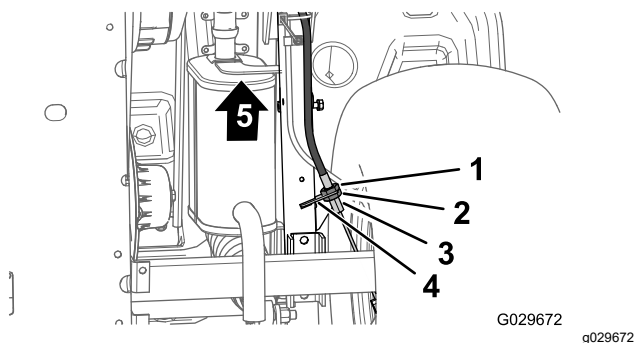

Figura 53
3. Sulla parte inferiore della macchina, allentate di 4 giri il controdado posteriore per il regolatore filettato del cavo del freno di stazionamento (Figura 53).
4. Serrate il controdado anteriore (Figura 53).
- A. Allentate di 1 giro il controdado anteriore (Figura 53) per il regolatore filettato del cavo del freno di stazionamento.
- B. Serrate il controdado posteriore (Figura 53).
- A. Allentate di 1 giro il controdado posteriore (Figura 53) per il regolatore filettato del cavo del freno di stazionamento.
- B. Serrate il controdado anteriore (Figura 53).